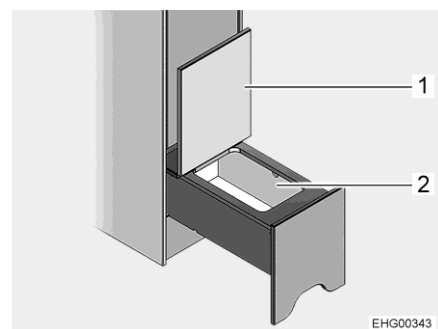

Fig. 96 Vano
- Alzare il coperchio (Fig. 96,1). È così possibile accedere al vano (Fig. 96,2).